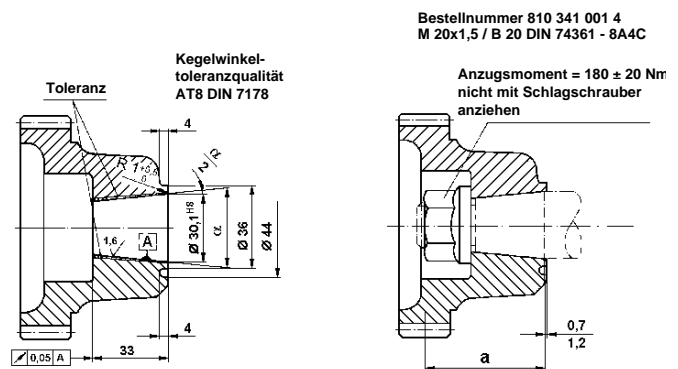

Abb. 2
- Ausführung der Nabenbohrung und Nabe, sowie die Befestigung des Antriebsritzels für Kegelwellenende $\varnothing 30$ Kegel 1 : 5 nach DIN 73 031 ohne Nut und Scheibenfeder, empfehlen wir gemäß Abb. 2.